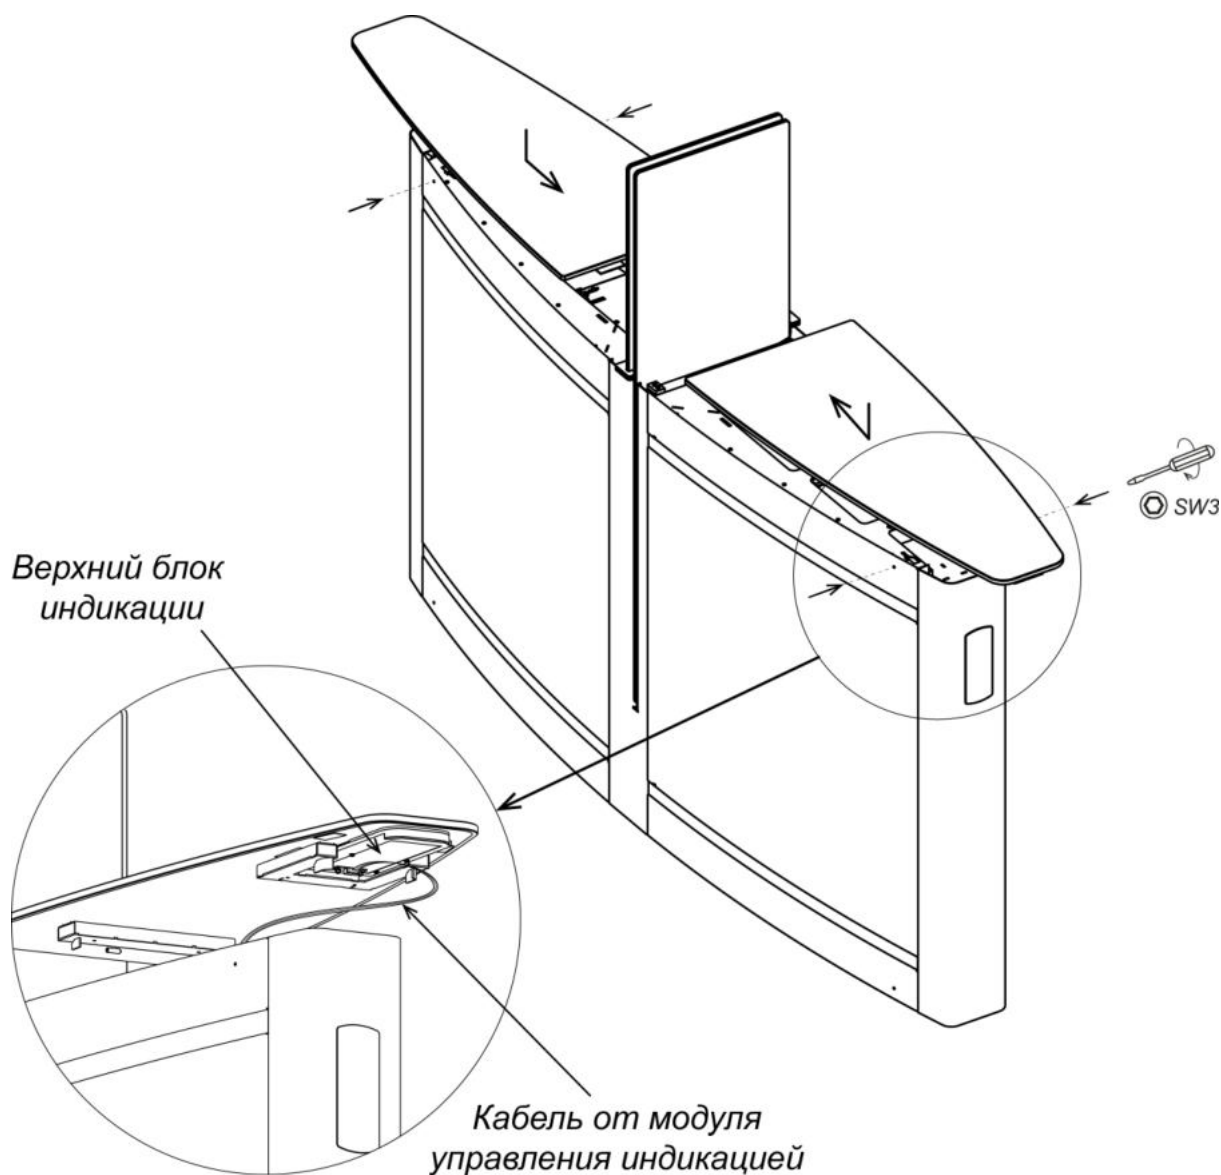

Рисунок 26. Монтаж стеклянной крышки секции
1. Ключом шестигранным SW3 через отверстия, находящиеся сверху на одном из торцов стойки, вывинтите до упора два установочных винта М6×16 (см. рис. 26).